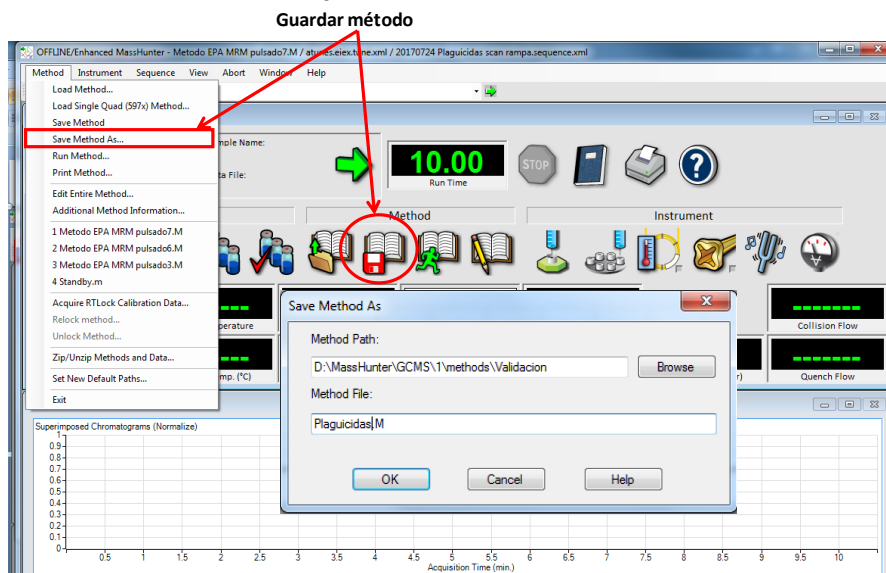

Figura 27. Ruta para guardar el método.
8.6.2. Guarde el método con un nuevo nombre. Dar *click* en **[Method] > [Save Method As]**. Seleccionar la carpeta donde quedará guardado el método (**Method Path**) y el nombre del método (**Method File**), conforme se muestra en la Figura 27. Nota: guardar los métodos en la D:\MassHunter\GCMS\1\methods.